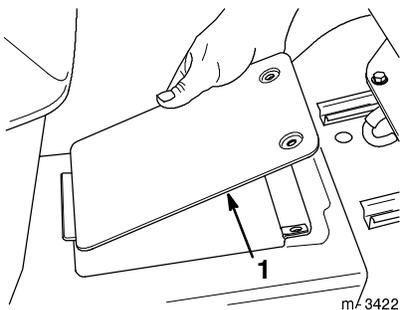

Figure 31
3. Dévisser les deux vis et soulever la trappe d'accès à l'arbre de transmission, sur le tunnel du tracteur, près du siège (Fig. 31).